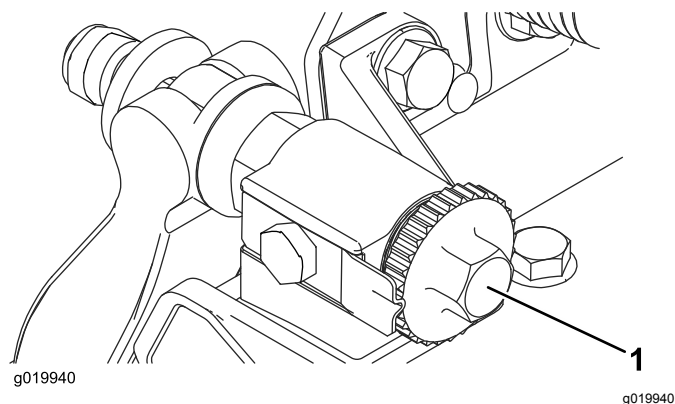

Figura 18
2. Rode os parafusos de ajuste da barra de apoio no sentido contrário ao dos ponteiros do relógio para assegurar que a barra de apoio não entra em contacto com o cilindro (Figura 18).